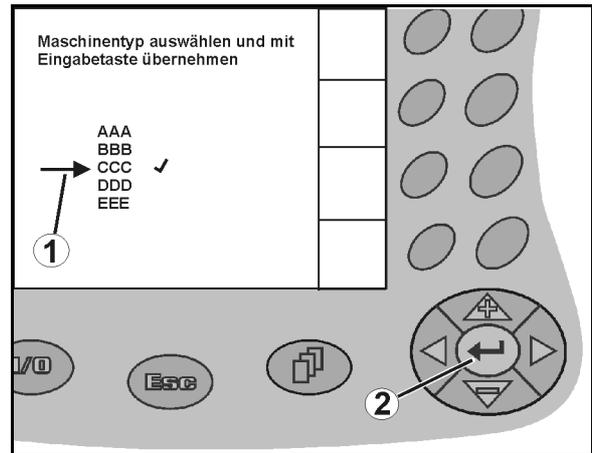

Рис. 13
1.   Позиционируйте указатель в виде стрелки (Рис. 13/1).
2.  Выбранное значение переносится (Рис. 13/2).